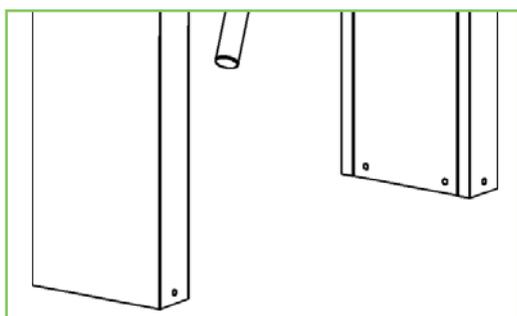
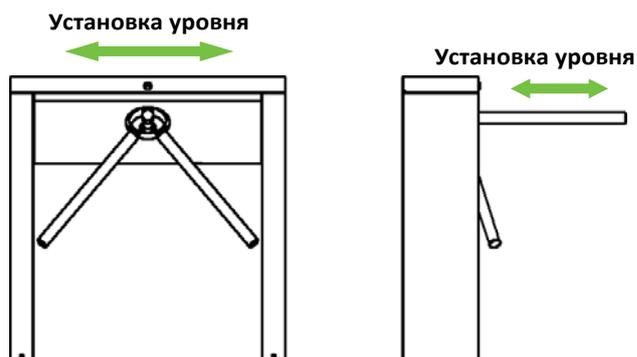

Рис. 8
Рис. 9
3. Установите турникет на две монтажные плиты и затяните винты в нижней части тумбы, как показано на Рис. 8. Отрегулируйте направление турникета, как показано на Рис. 9.